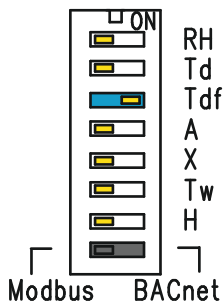

図 82 HMD65 の DIP スイッチの例: T_{df} 出力を選択中
HMD65 の RH チャンネルに出力される湿度パラメーターを、基板の DIP スイッチで変更できます。変換器で出力するパラメーターを選択するには、そのパラメーターの DIP スイッチを右 (ON) にスライドさせます。図 82 (ページ 127) の例において、選択されている出力パラメーターは露点/霜点温度 (T_{df}) です。その他の DIP スイッチは OFF の位置 (左) のままにします。